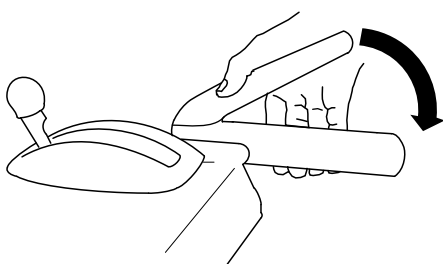

Figura 20
1. Pentru a cupla unitatea melc/rotor, apăsați maneta din dreapta (melc/rotor) către mâner (Figura 20).